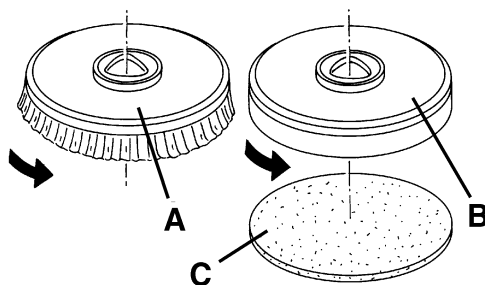

Figure 2
1. Sur la machine, et la brosse (A, Fig. 2) et le plateau support disque (B) avec disque (C) peuvent être installés, en fonction du traitement à effectuer sur le sol.
2. (Uniquement pour **BA 451D** et **BA 531D**) : introduire la clé de contact de la machine (80) et la tourner sur "0".